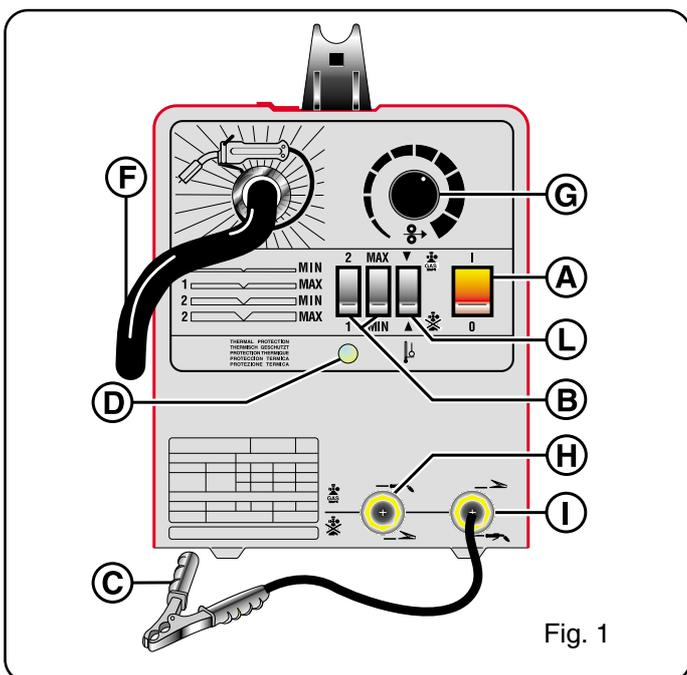

Fig. 1
Seleccionar la posici3n de la soldadura mediante las perillas (B), en funci3n del espesor a soldar, siguiendo las indicaciones sealadas en el panel. Acercar la antorcha al punto de la soldadura. Llevar la m3scara (preparada como muestra la fig. 1) a los ojos.